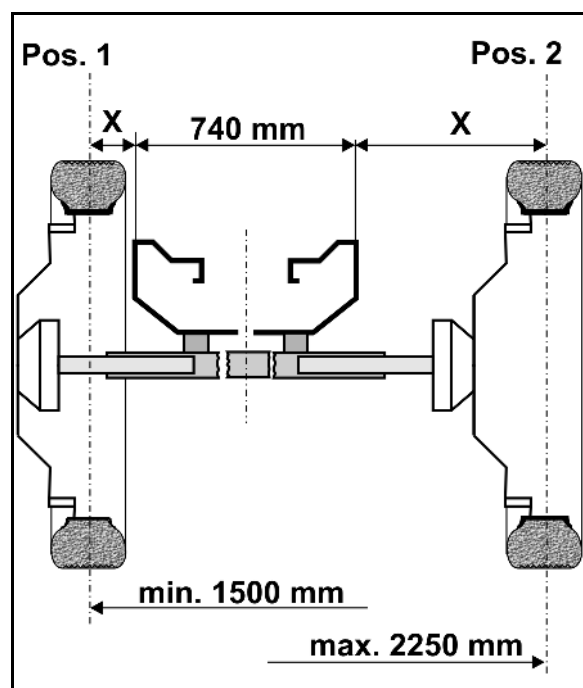

Fig. 134
La regolazione dello scartamento delle ruote dipende dal montaggio della ruota (Fig. 134):
5. Inserire o estrarre la metà dell'asse nella posizione desiderata. A tale scopo, calcolare la misura x dal bordo esterno del telaio di base (Fig. 134/1) fino al centro della ruota dell'atomizzatore, quindi inserire o estrarre conformemente la metà dell'asse.